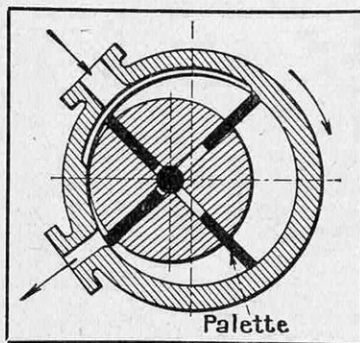

FIG. 9. — SCHEMA DE FONCTIONNEMENT DU COMPRESSEUR ROTATIF
*Compresseurs rotatifs.* — Sous un petit volume, ces machines aspirent de grandes quantités de vapeurs d'un fluide de faible densité. Ces appareils présentent un intérêt pour les grosses puissances. Le type rotatif à croissant comprend un cylindre dans lequel tourne un rotor excentrique (fig. 9), de